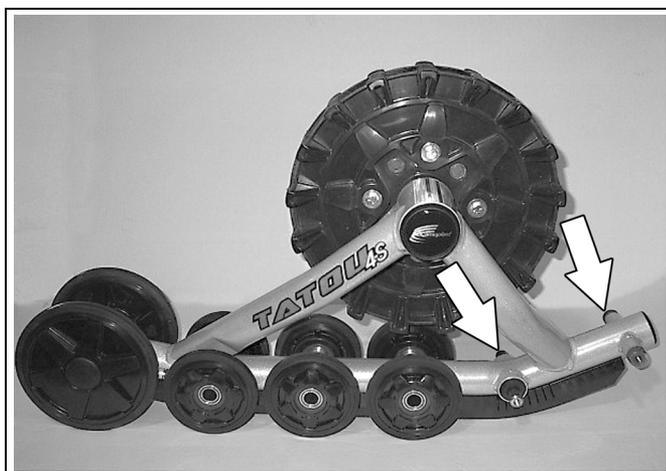

Figure 15
- Enlevez les deux roues de 200 mm (8 po) vis-à-vis le tendeur de chenille (voir la Figure 15).